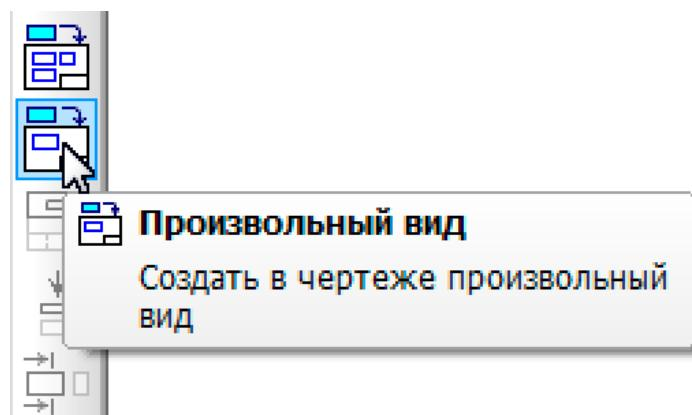

Рисунок 3.1.1. Команда Произвольный вид на панели инструментов Виды
2. Нажмите кнопку **Произвольный вид...** на инструментальной панели **Виды** (Рис. 3.1.1)